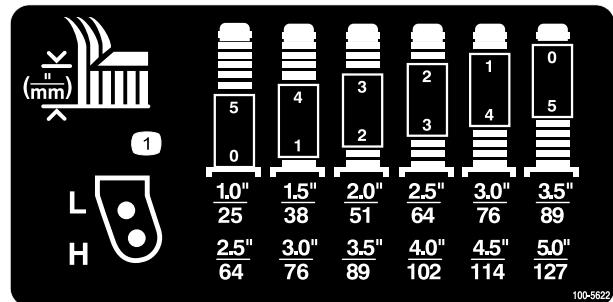

図 8
2. キャスタホイールのアクスルをキャスタフォークの上穴または下穴にセット全部のキャスタフォークで同じ穴に統一する。セッティング用の穴の選択については図 7、図 8 および図 9 を参照のこと。
刈高と、必要なシムの組み合わせとの関係は図8にて確認してください